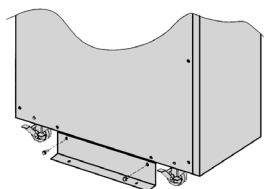

Fig. 12.
- ❑ Retirar los tornillos de unión de la pieza con el palet y con el equipo [ver Fig. 12 y 13].